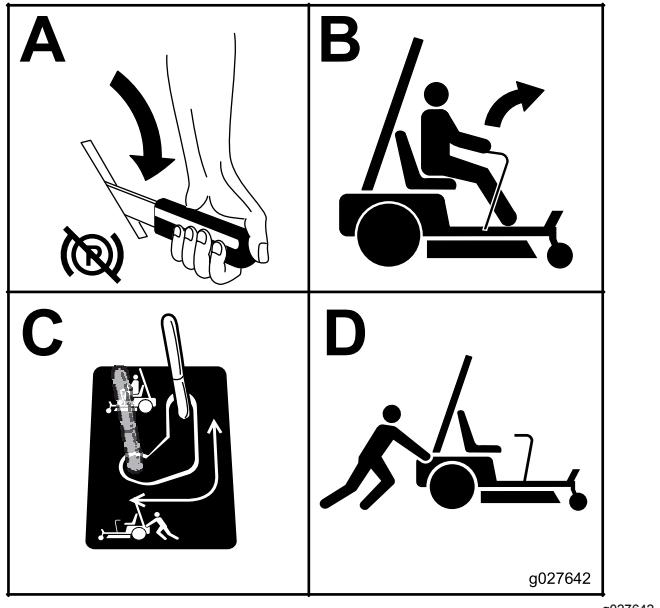

Bild 28
- Wiederholen Sie die Schritte an jeder Maschinenseite Bild 28.
Stellen Sie den Bypass auf die Betriebsstellung (Bild 28), um die Radmotoren zu aktivieren.